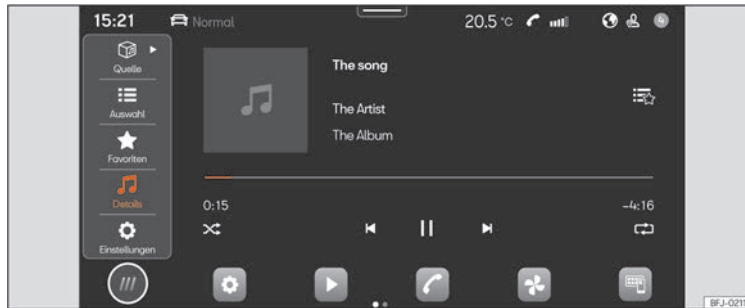

Abb. 158 Schematische Darstellung: Ansicht Medien
- Drücken Sie **HOME > ► > ► Abb. 158**.